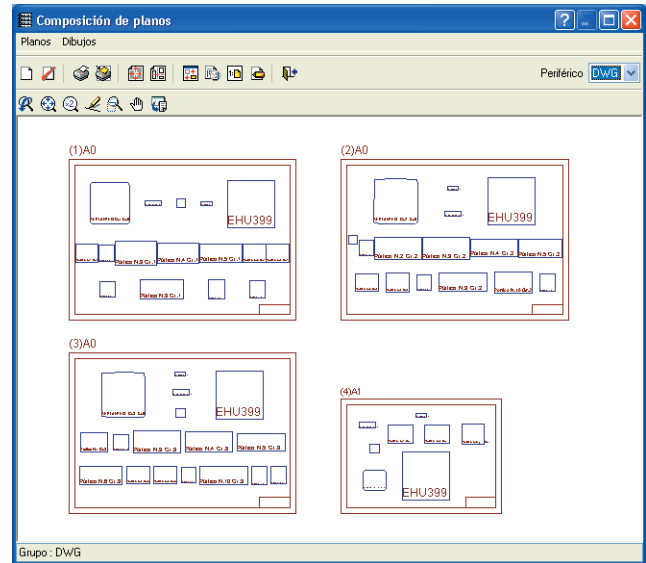

Fig. 3.140
- Pulse **Aceptar**. Ahora aparece la ventana **Composición de planos** (Fig. 3.140), la cual ofrece una previsualización de los planos a generar y en la que se permiten realizar algunos procesos como son: cambiar la escala, mover la situación del dibujo dentro del plano, cambiar la posición de textos, etc.